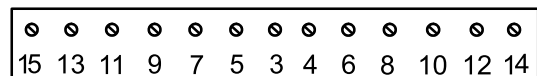

Figura 24
6. Siguiendo el orden en la Figura 24, apriete los tornillos a 25,4 N·m.